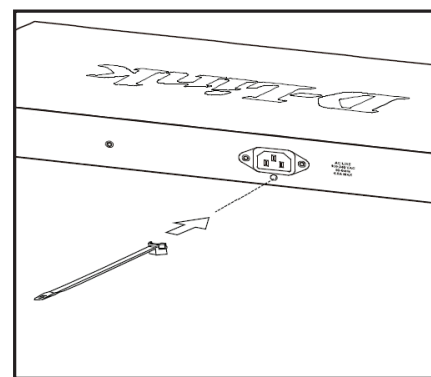

図7. 電源抜け防止器具を挿入
1. 図7に示すように、荒い面を下にして、電源ソケットの下にある穴に電源抜け防止器具を挿入します。